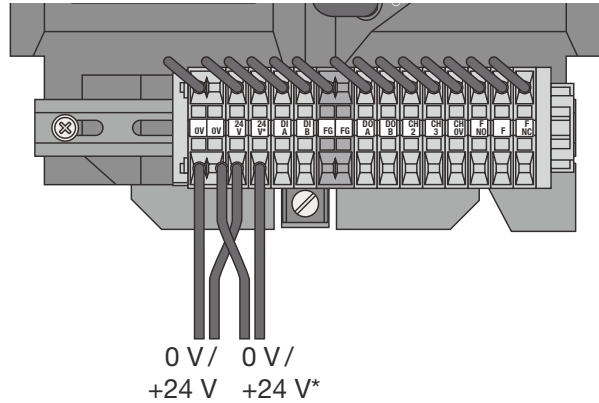

Abb. 30: Klemmleiste - Anschluss der Versorgungsspannung beim OZD Profi G12DU ATEX 1 (OZD Profi ...DK ... und OZD Profi ... DE ... : nach Öffnen des Gehäuses)
- ▶ Schließen Sie die Leitungen für die Betriebsspannungsversorgung an der Klemmleiste an, siehe Abbildung 30.